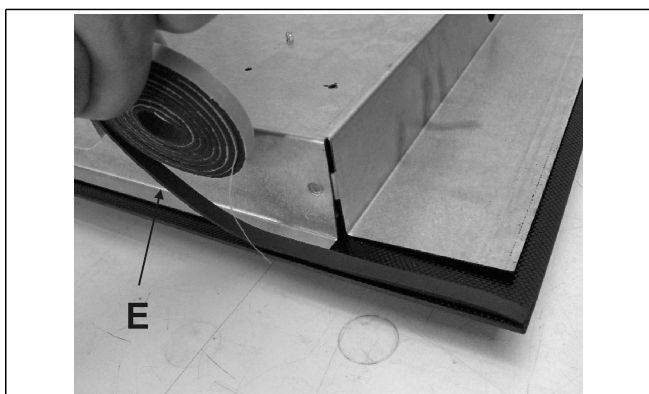

РИС. 8
- Переверните рабочую поверхность, Правильно расположите прокладку "Е" (рис. 8) под краями рабочей поверхности таким образом, чтобы внешняя сторона прокладки точно совпала с внешним краем рабочей поверхности. Края полосок должны совпадать, не выступая друг над другом.